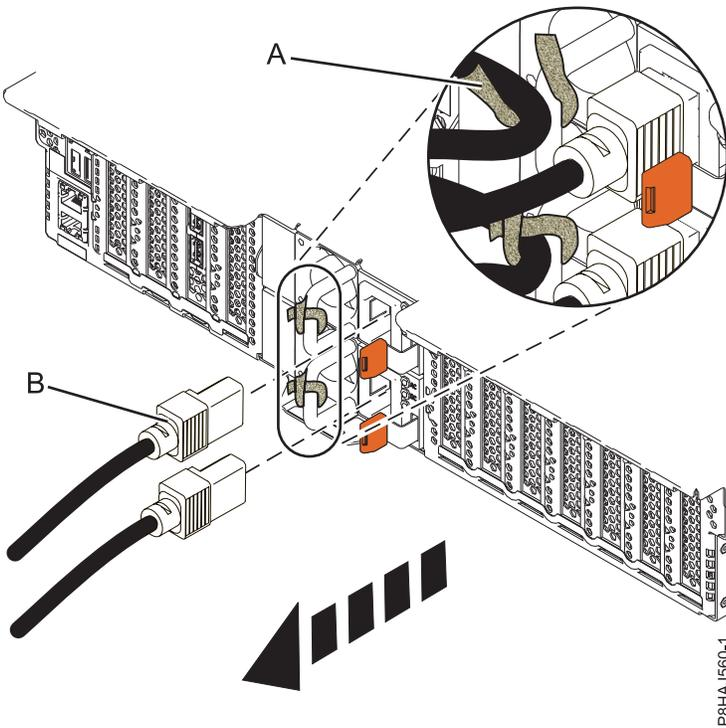
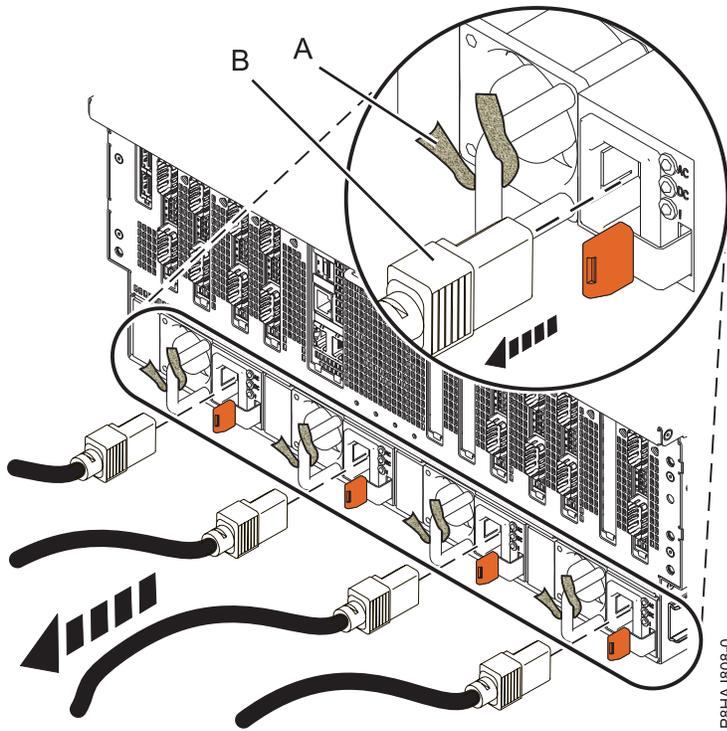

Figure 57. Retrait des cordons d'alimentation d'un système 5148-21L, 5148-22L, 8247-21L, 8247-22L, 8284-21A ou 8284-22A
Figure 58. Retrait des cordons d'alimentation d'un système 8408-44E ou 8408-E8E
3. Débranchez les cordons d'alimentation (**B**) de l'unité centrale. Voir les figures figure 56, à la page 98, figure 57, à la page 98 ou figure 58, à la page 99 selon le type de votre système.